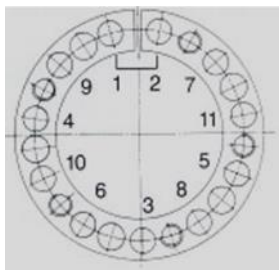

Figura 8.3: Secuencia de apriete de los tornillos
4. Utilizando un torquímetro, apretar los tornillos uniformemente y en cruz, conforme Figura 8.3, adoptando varias etapas con escalonamiento del torque de apriete.